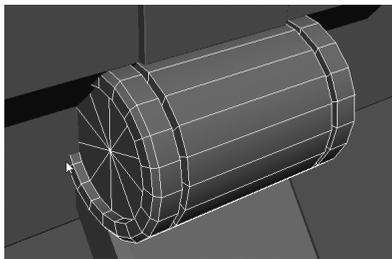

图4-31 插接口的制作
Step 11:创建一个圆柱体,利用加线工具 Edit Mesh→Insert Edge Loop Tool 和 Edit Mesh→Extrude 工具将它制作成台座与显示屏的插接口的形状,如图4-31所示。再通过布尔运算将其与电脑拼接起来。